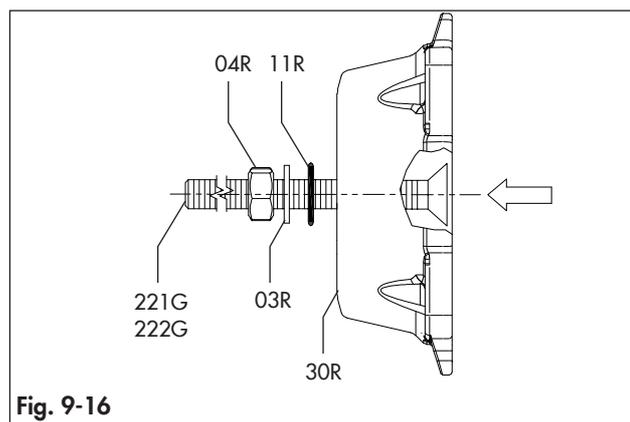

Fig. 9-16
- fixer les vis de butée (221G/222G) dans les flasques (30) en alignant la tête de la vis avec surface de la flasque comme indiqué à la Fig. 9-16.